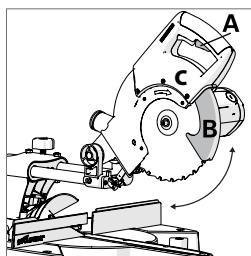

図37
- ・ セーフティー解除ボタン(図37,A)を押してロックを解除し、ブレードカバー(図37,B)を上げて、安全カバー(図37,C)に格納します。